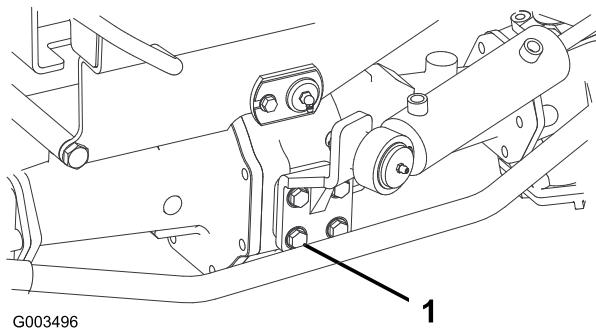

Figura 55
2. Verifique o aperto dos parafusos de fixação do cilindro de direcção (Figura 55). O aperto deve ser de 65 a 81 Nm.